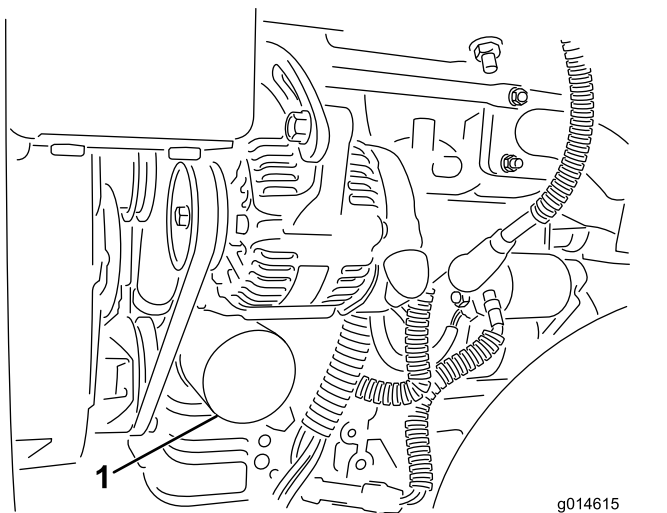

**Рисунок 31**
3. Откройте сливную пробку на топливном фильтре примерно на один оборот и слейте всю накопившуюся воду (Рисунок 31).